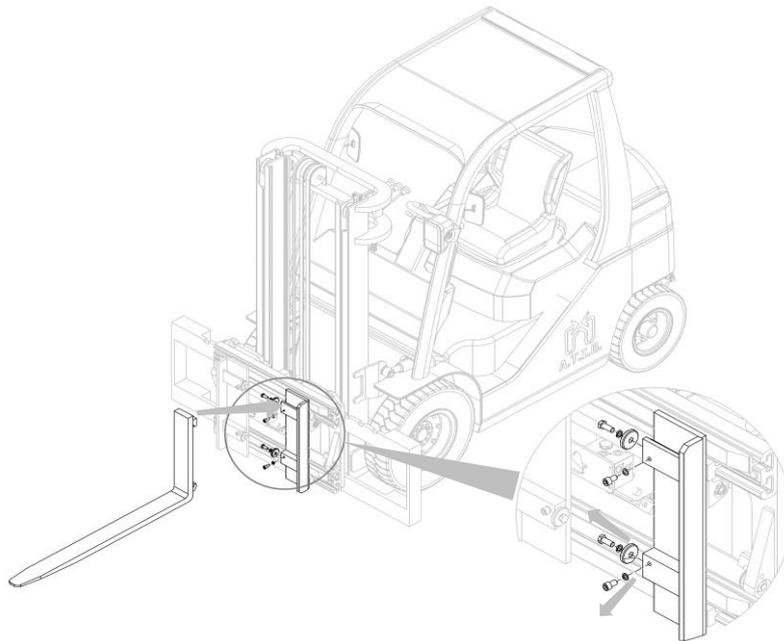

Abbildung 9
1. Montieren Sie die Gabelzinken, nachdem Sie die Gabelarretierungen aus den Adapterplatten abgeschraubt haben (siehe *Abbildung 9*). Verwenden Sie je nach Gabelbreite die am besten geeigneten vorgesehenen Gabelarretierungen (seitlich oder auf der Vorderseite der Adapterplatten gelegt).